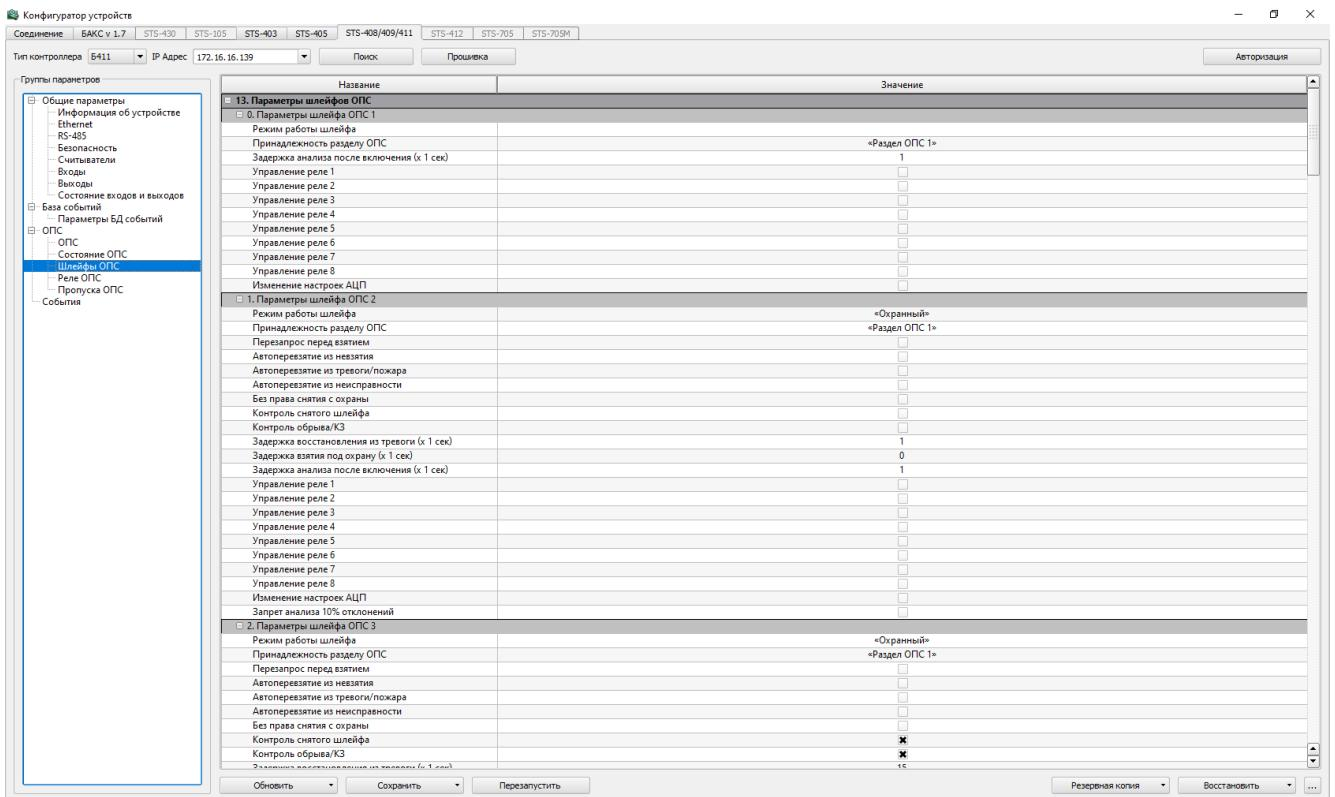

Рисунок 26 – Шлейфы ОПС
- Шлейфы ОПС – здесь отображаются параметры для каждого шлейфа, режим работы, параметры реле с возможностью настройки (рисунок 26).